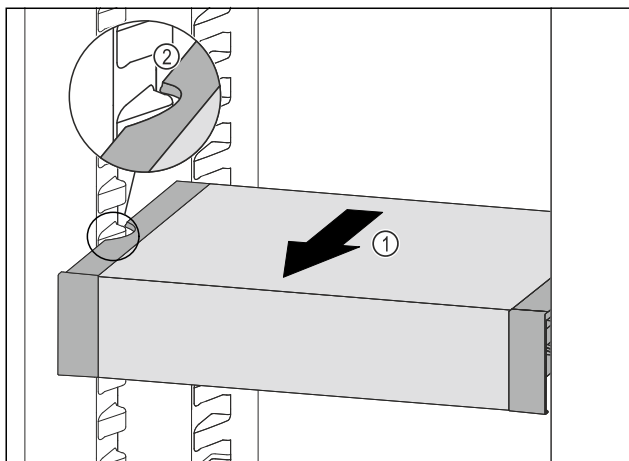

Fig. 137
- Изтеглете VarioSafe напред Fig. 137 (1), докато страничните прорези на VarioSafe се намират на височината на реброто на съда в хладилната част. Fig. 137 (2)